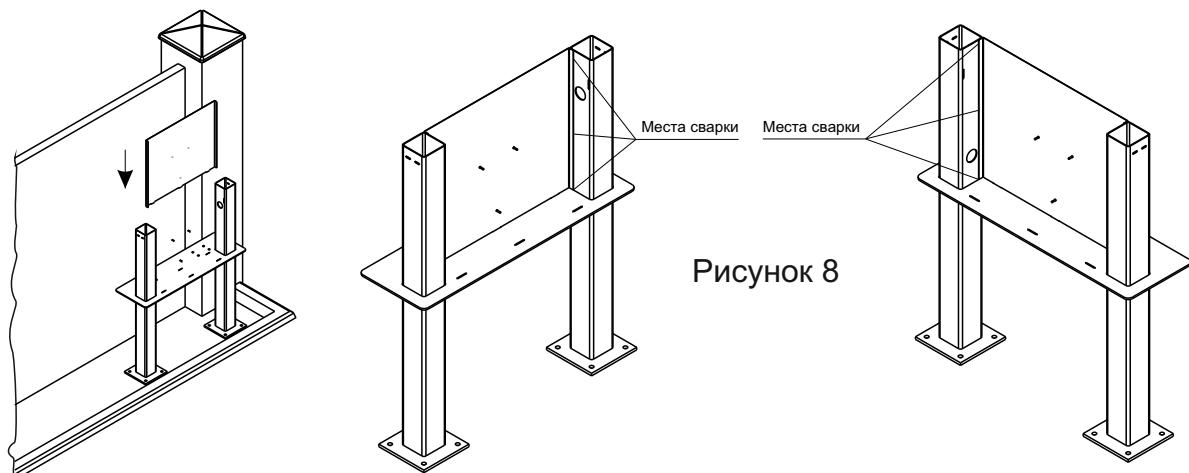

Рисунок 8
4.4. Установить стенку. Приварить в местах указанных на схеме (Рисунок 8).